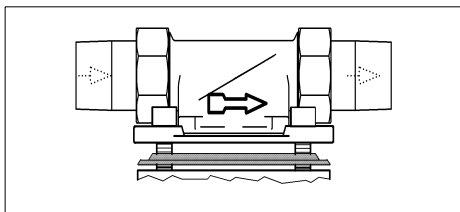

Fig. 1: Bride rotative de montage
- sens d'écoulement (cf. fig. 1)
**Il faut que la bride rotative de montage soit installée dans le sens de l'écoulement. Celui-ci est indiqué par la flèche à empreinte coulée (cf. fig. 1).**
La flèche à empreinte coulée de la bride rotative de montage doit coïncider avec le sens d'écoulement de l'eau (cf. fig. 1).